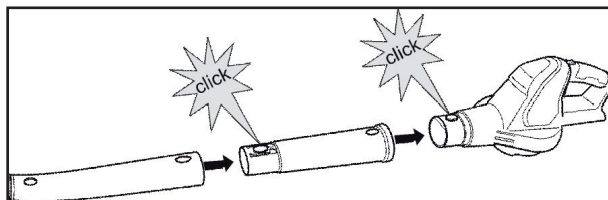

Fig 1
- Emboîtez les tubes comme sur la fig 1.